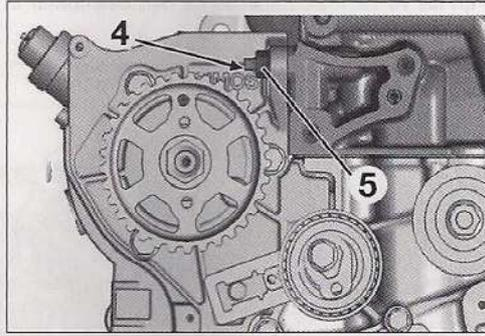

FIG. 82
- La fijación (5) (Fig.82).
- El espárrago de fijación superior (4) de bomba de alta presión de combustible con ayuda de 2 tuercas.